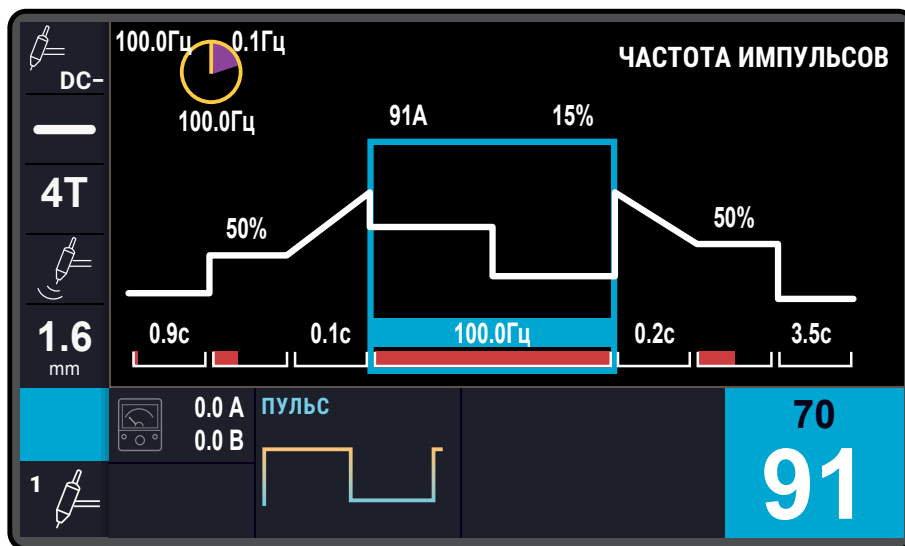

Рис. 20 — Вид циклограммы при активации параметра БАЛАНС
**БАЛАНС** — на циклограмме сварочного процесса вместо длительности основного тока и длительности тока паузы, появляется общий параметр ПЕРИОД или ЧАСТОТА ИМПУЛЬСОВ (см. Рис. 20), а длительности токов вычисляются на основе соотношения БАЛАНС ИМПУЛЬСА.